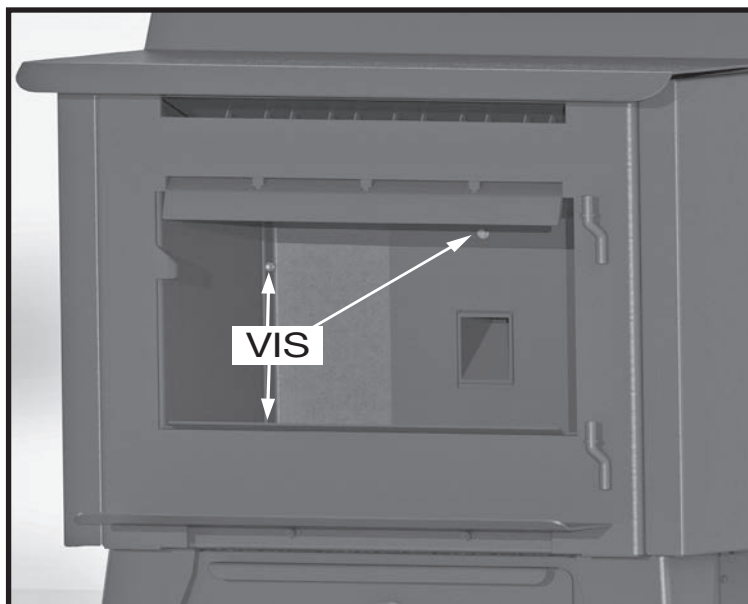

Figure 5: Retrait du revêtement de la chambre de combustion.
- Utiliser un peu d'huile pénétrante sur les vis et une clé à cliquet munie d'une douille de 5/16 po pour retirer les cinq vis qui retiennent les panneaux de revêtement des deux côtés de la chambre de combustion (Figure 5).